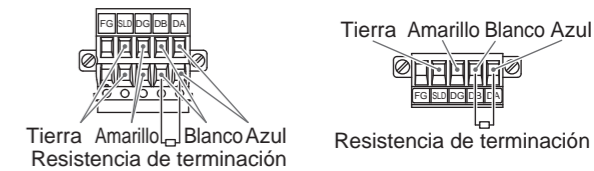

Figura 3
- (3) La resistencia de terminación a conectar a la red CC-Link depende del tipo de cables utilizados. (Véase la siguiente tabla. Figura 3)